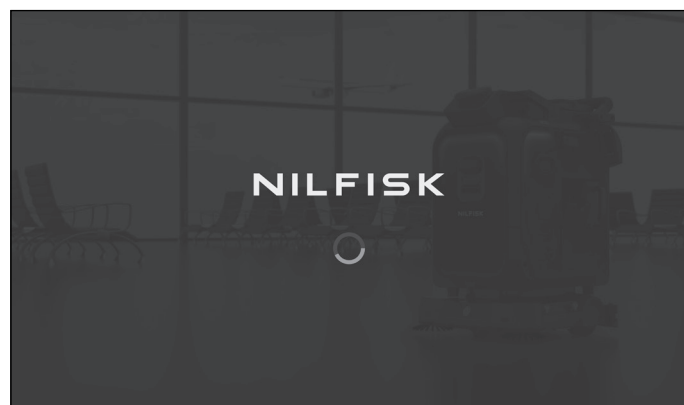

Abbildung 12
1. Schalten Sie das VP25 ein und warten Sie, bis der Touchscreen hochfährt **(Abb. 12)**.